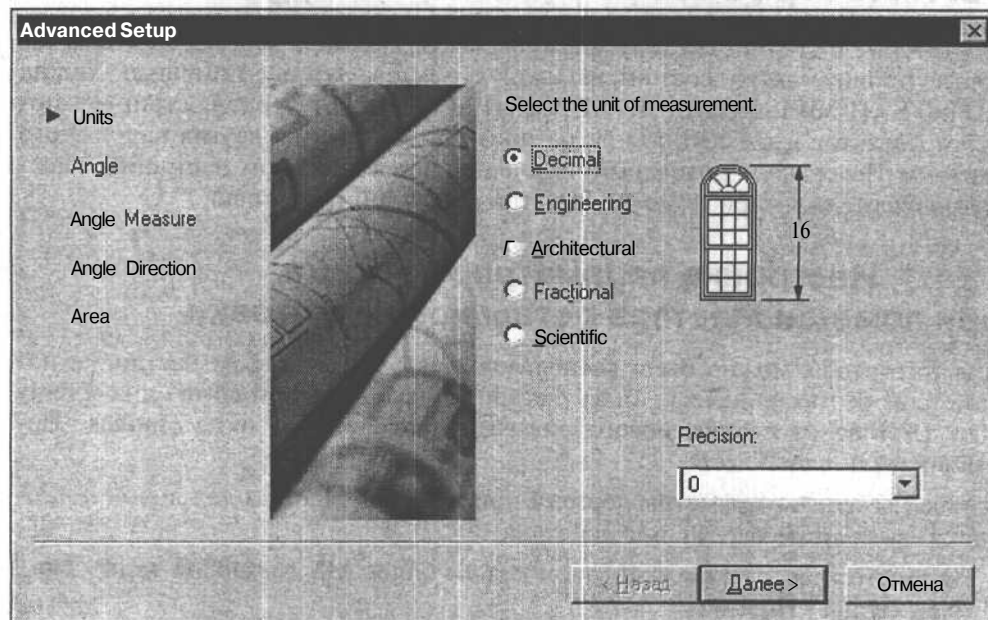

Рис. 12.2. Диалоговое окно Мастера детальной подготовки для выбора единиц измерения
3. В первом окне Мастера детальной подготовки выберите десятичные единицы измерения **Decimal** (Десятичные) и их точность **Precision** (Точность), равную 0 (рис. 12.2).